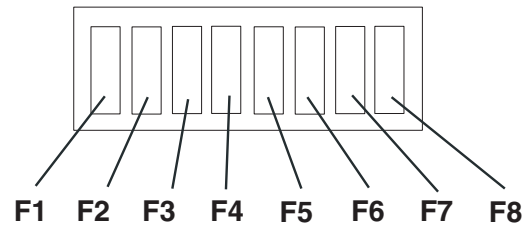
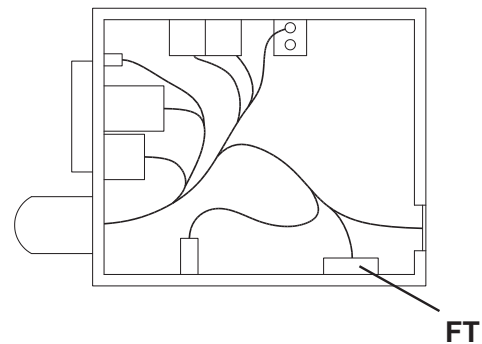

Figure 19
Figure 20
5. Enlever le couvercle de la boîte à fusibles (51).
6. Contrôler / remplacer le fusible concerné parmi les suivants (Fig. 19) :
7. Enlever le couvercle de la boîte des composants électriques (55).
8. Contrôler / remplacer le fusible suivant (Fig. 20) :